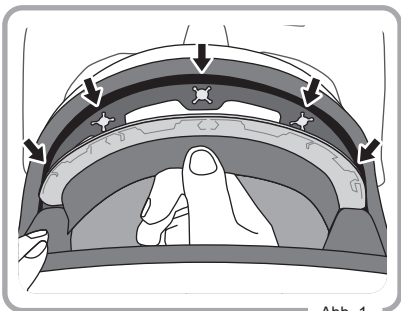

Abb. 1
1. Öffnen Sie die Druckverschlüsse im Stirnbereich des Helms, indem Sie nach unten ziehen. (Abb.1)